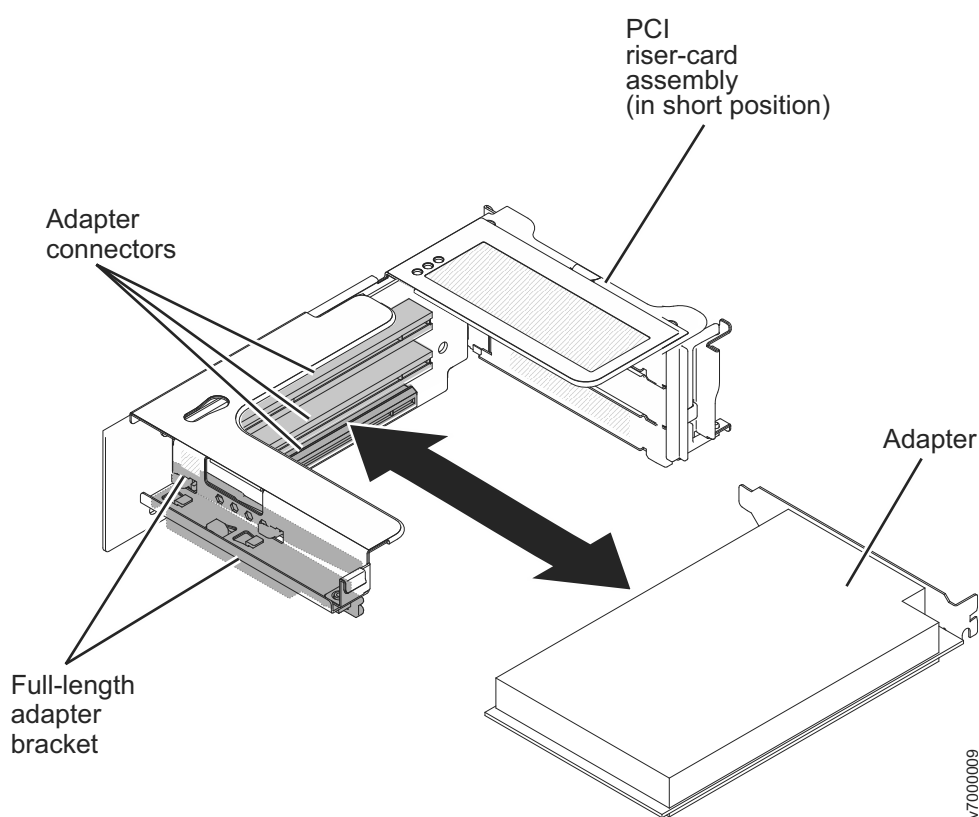

Figura 252. Inserindo o Adaptador no Conector PCI
1. Instale o adaptador no slot de expansão, conforme mostrado na Figura 252.